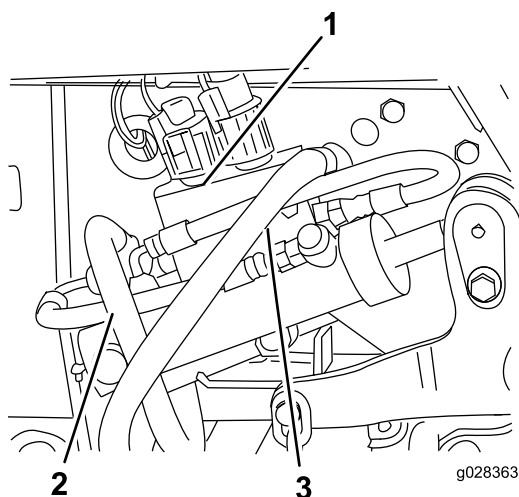

**Рисунок 87**
43. Наденьте ведущий вал на вал редуктора (Рисунок 87). Установите цилиндрический штифт и затяните болты с моментом 20-25 Н·м.